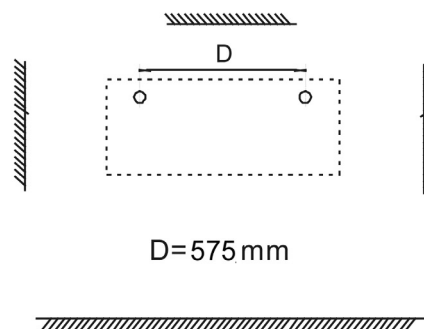

Figura 2
2. Fare due buchi adatti della dimensione del Fisher  $\varnothing$  8 mm nel muro. (figura 2) – D= 575 mm